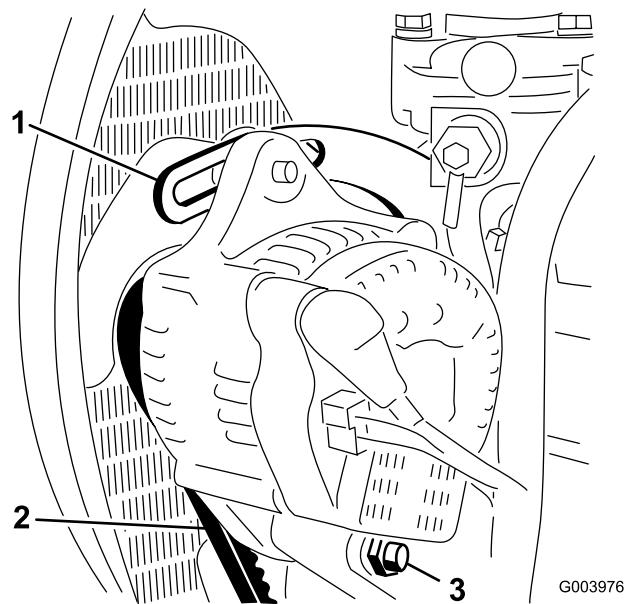

Figura 69
2. Controllate la tensione della cinghia dell'alternatore premendola (Figura 69) al centro tra le pulegge dell'alternatore e dell'albero a gomito con una forza di 10 kg.
3. Allentate il bullone che fissa il supporto al motore (Figura 69), il bullone che fissa l'alternatore al supporto ed il bullone di rotazione.